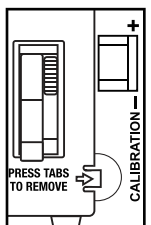

Figura 3 – Calibración
8. Es posible que el atenuador requiera ajuste a baja intensidad para encender lámparas conectadas a ciertos estabilizadores de manera confiable. Para ajustar, DESCONECTE LA ALIMENTACIÓN DEL CIRCUITO y quite la placa de pared. Con un destornillador pequeño aislado de punta plana, ajuste la rueda del potenciómetro que es accesible a través de la ranura (marcada "CALIBRATION") situada sobre la banda (Figura 3). Gire la rueda hacia abajo para aumentar la intensidad mínima de la luz y gire la rueda hacia arriba para disminuir la intensidad de la luz. Luego, instale la placa de pared, restaure el suministro eléctrico y realice una prueba. Repita lo anterior según sea necesario.